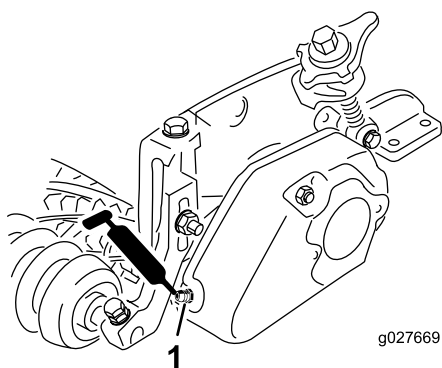
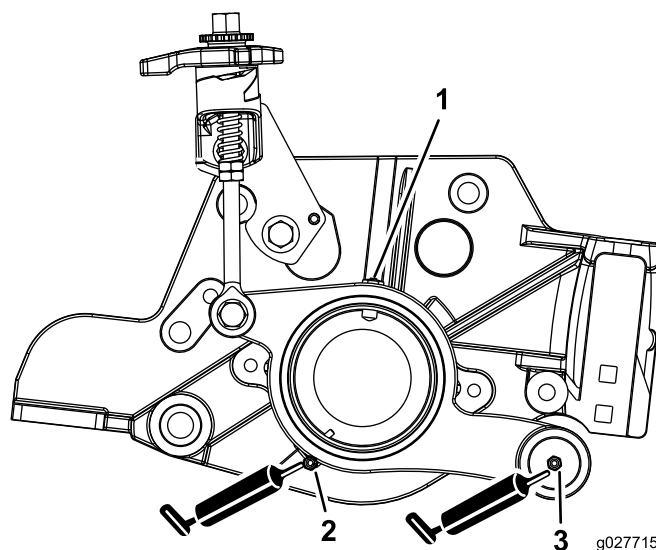

図 19
図 20
28. リールモータ側ベアリングハウジングにグリスを注入する 図 20。
29. グルーマの各ベアリングにグリスを注入する 注入はポンプで 23 回を限度とする 図 19 と 図 20。